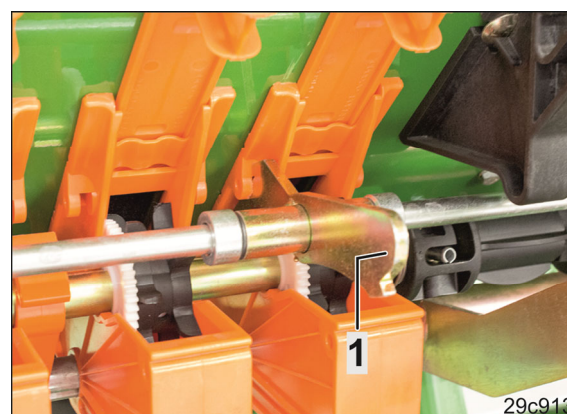

Рис. 233
- 10.2 Поверните осевой фиксатор (Рис. 233/1) таким образом, чтобы короткий кронштейн опирался на паз высевной коробки.
При обратном переоборудовании сеялки на нормальные высевающие катушки и высевающие катушки для мелких семян поверните осевой фиксатор (Рис. 233/1) и вставьте длинный кронштейн в паз высевной коробки.